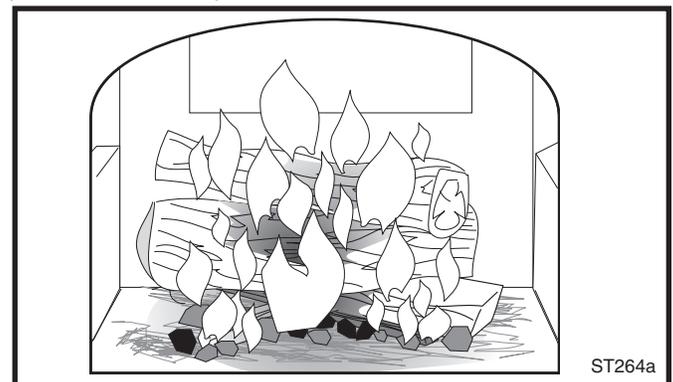

Fig. 41 Ajoutez des bûches pleine grandeur quand la braise a une profondeur de 75mm (3po).
- Mettez le charbon de bois au milieu du foyer, comme l'indique la Figure 41, puis remplissez de bûches (des petites), en mettant les brindilles fendues en premier lieu. Augmentez la quantité de la charge dans le poêle comme vous le jugez nécessaire et en fonction des besoins de chauffage de votre maison.